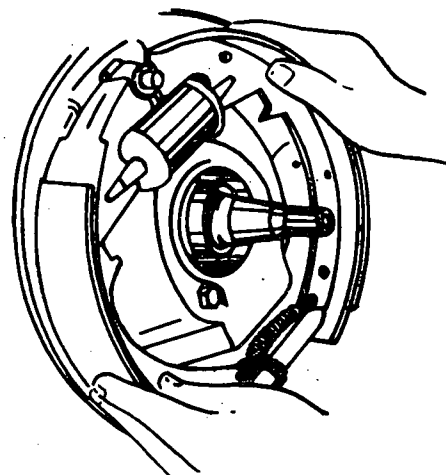

Fig. 7
- c Coloque o conjunto de sapatas no prato (fig. 7).